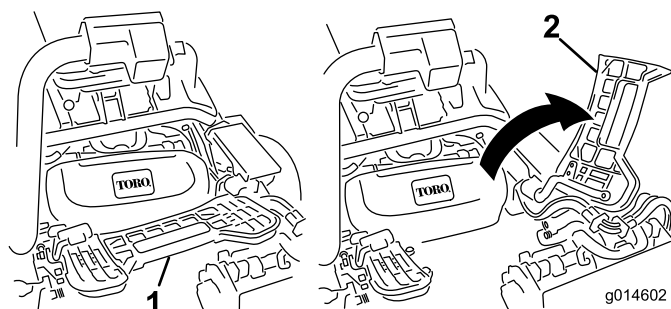

Figura 32
1. Sollevate il poggiapiedi e ruotatelo fino all'apertura, per consentire l'accesso alla posizione dell'apparato di taglio centrale. (Figura 32)